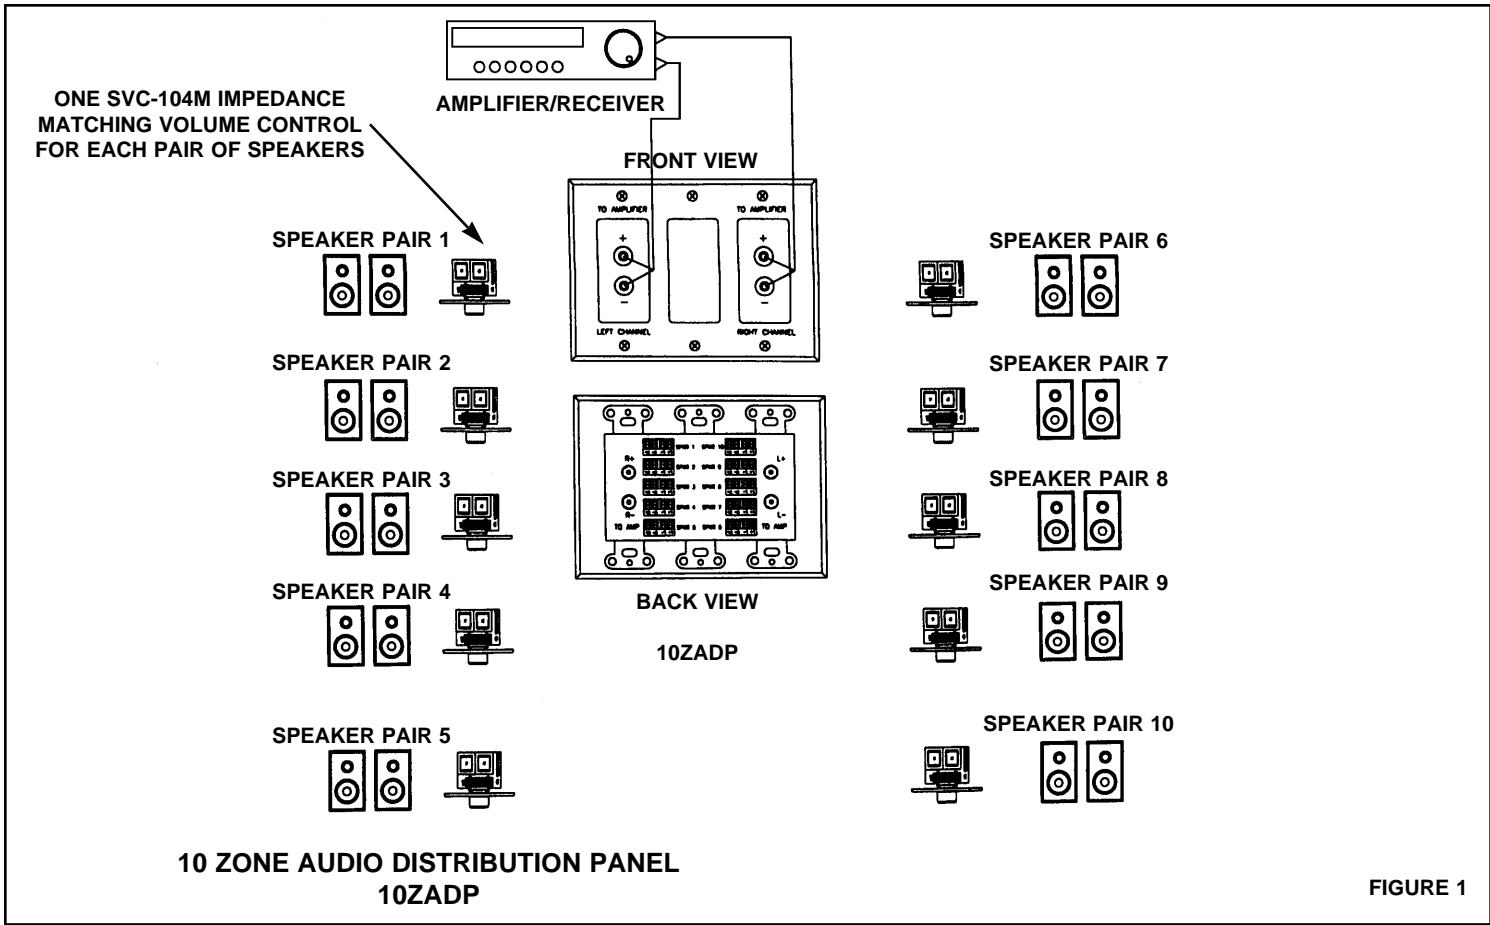
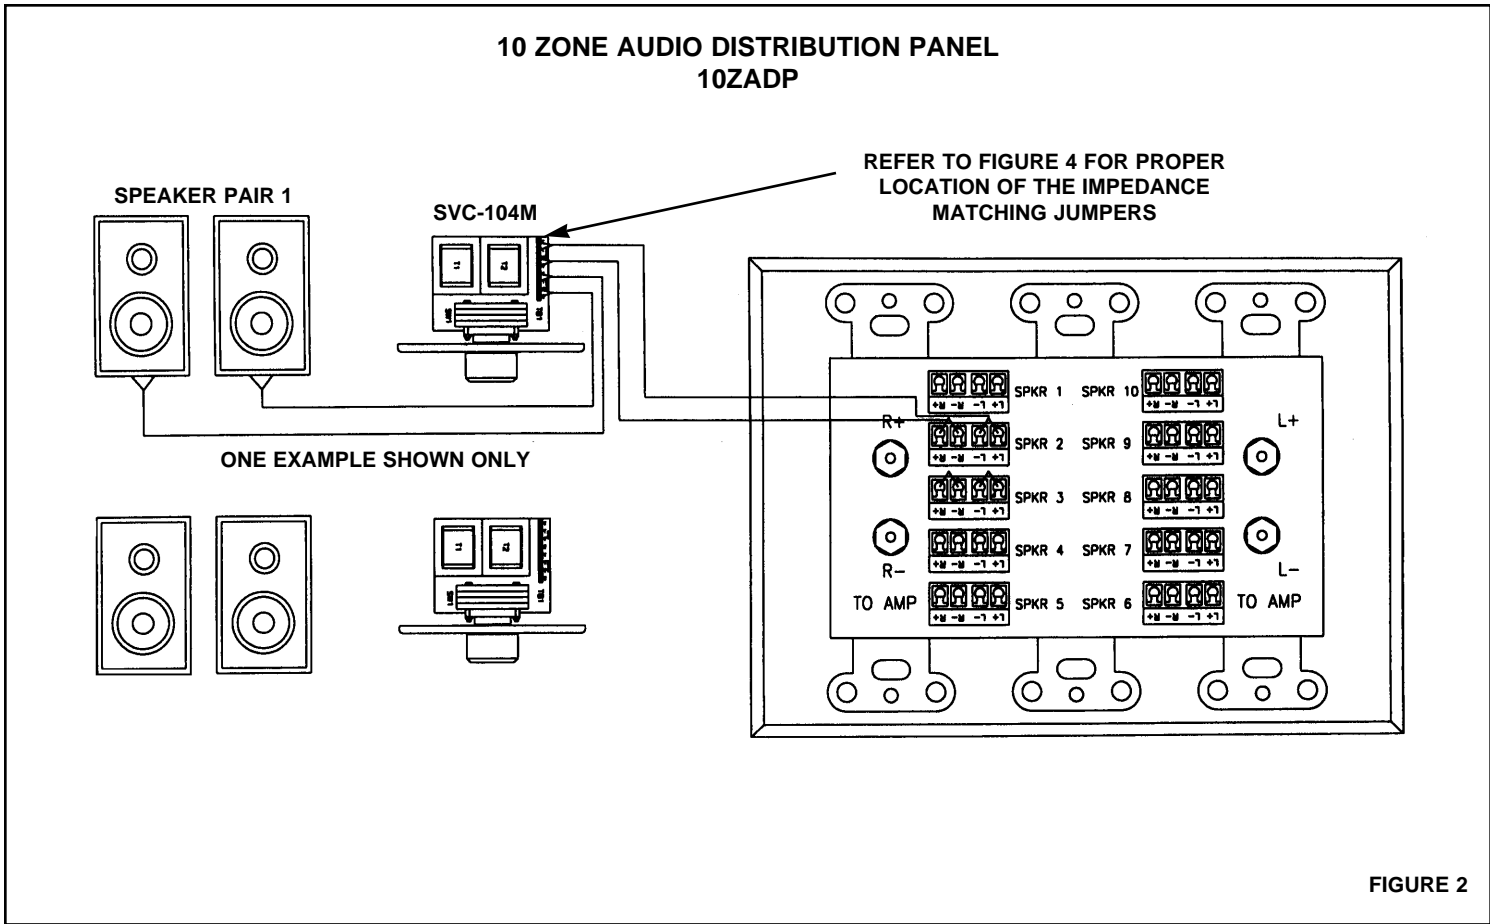

FIGURE 1
FIGURE 2
2. **Figure 1** shows how the amplifier/receiver is connected to the front face panel. **Figure 2** shows speaker pair 1, connected to the back of the panel through SVC-104M volume control.
2. **La Figure 1** illustre la façon dont l'amplificateur/le récepteur est branché à l'avant du panneau frontal. **La Figure 2** démontre la paire de hauts-parleurs 1, branchée à l'arrière du panneau, par l'entremise du contrôle de volume SVC-104M.